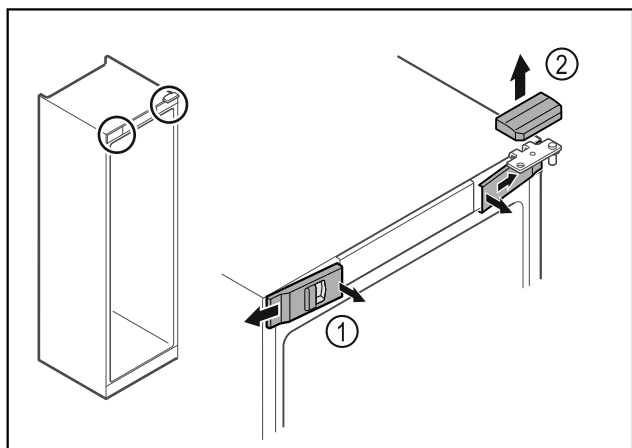

Fig. 17
- ▶ Vidinėje pusėje atfiksukite priekines dengiamąsias plokšteles Fig. 17 (1) ir nuimkite jas į šoną.
- ▶ Nuimkite viršutinę dengiamąją plokštelę Fig. 17 (2) į viršų.